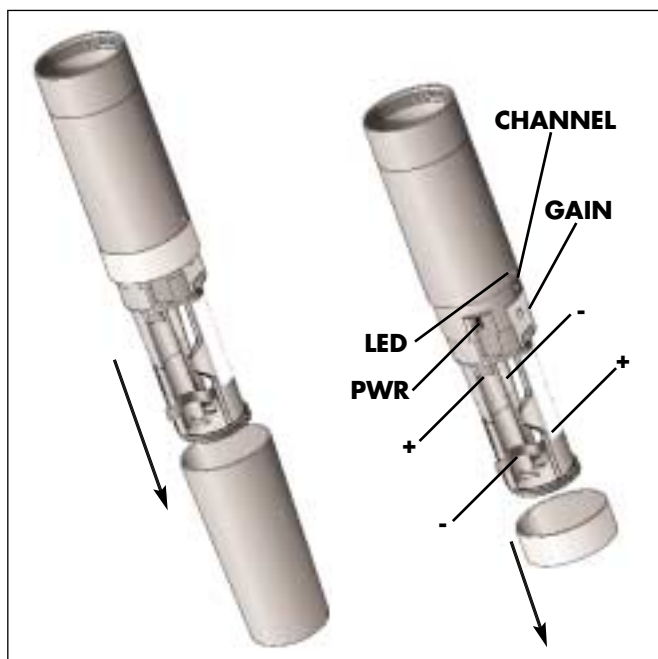
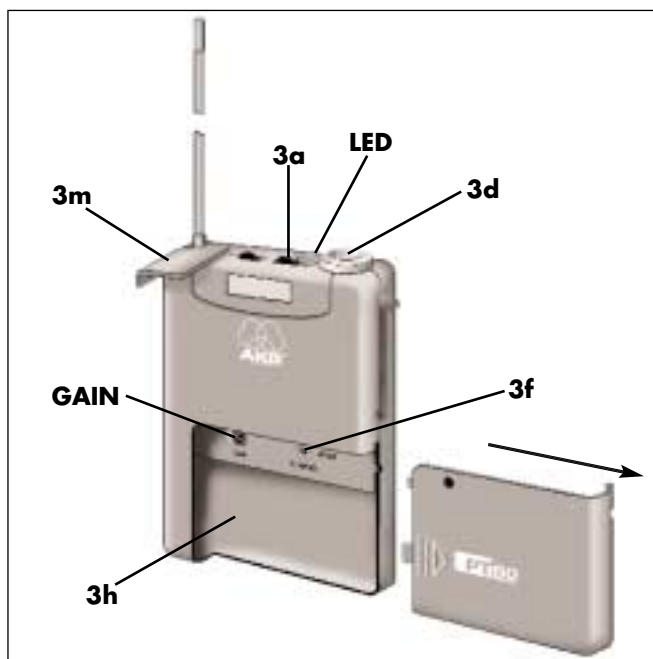

Abb. 2: Öffnen des Handsenders
Abb. 3: Taschensender
1. **Handsender:** Schrauben Sie die Batterieabdeckung-Hülle und den Farbcode-Ring gegen den Uhrzeigersinn ab (siehe Abb. 2).
Taschensender: Öffnen Sie das Batteriefach (3h) (siehe Abb. 3). Alle Bedienelemente sind jetzt zugänglich.
1. Öffnen Sie das Batteriefach (Handsender: siehe Abb. 2, Taschensender: siehe Abb. 3). Achten Sie darauf, dass das im Batteriefach des Handsenders befestigte Band aus dem Batteriefach herausragt. (Das Band dient zum Herausnehmen der Batterien.)
Das Einstellen der Empfindlichkeit ist beim Handsender und beim Taschensender gleich (s. Abb. 2 und 3):